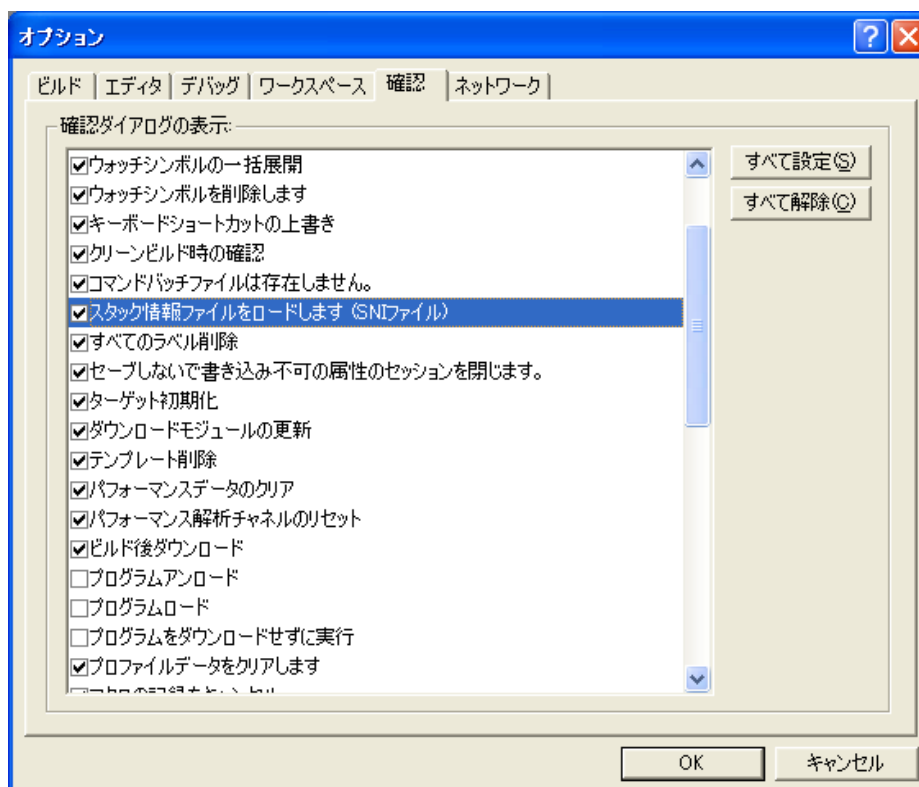

図 5.42 [オプション]ダイアログボックス
- [オプション]ダイアログボックス(メインメニューの[基本設定->オプション...]を選択すると開きます)の[確認]タブ(図5.42)で[スタック情報ファイルをロードします (SNI ファイル)]チェックボックスをチェックしている場合